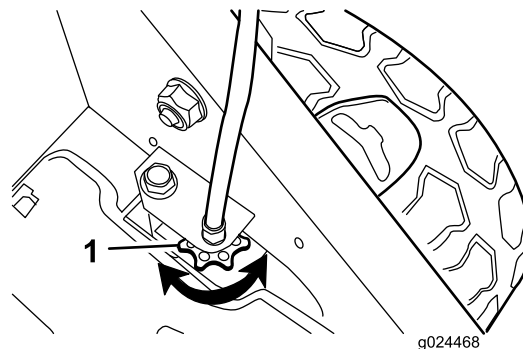

Figura 27
- Si las ruedas no giran al apretar la barra de autopropulsión, la correa de transmisión está demasiado floja. Gire el mando de control de la transmisión de las ruedas (Figura 27) una vuelta en sentido horario y repita los pasos 4 a 6.
- Si las ruedas giran antes de apretar del todo la barra de autopropulsión, la correa de transmisión está demasiado apretada. Gire el mando de control de la transmisión de las ruedas (Figura 27) una vuelta en sentido antihorario y repita los pasos 4 a 6.